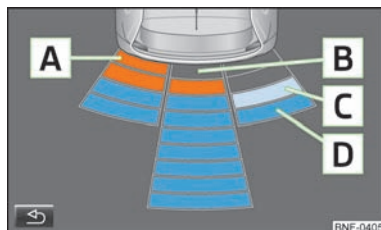

Fig. 65
- A** Un objet détecté dans la zone de collision est représenté par un segment de couleur orange » fig. 65. **Ne pas poursuivre la route !**
- Impulsion sur la touche de fonction  sur le visuel de l'appareil multifonction » fig. 65.